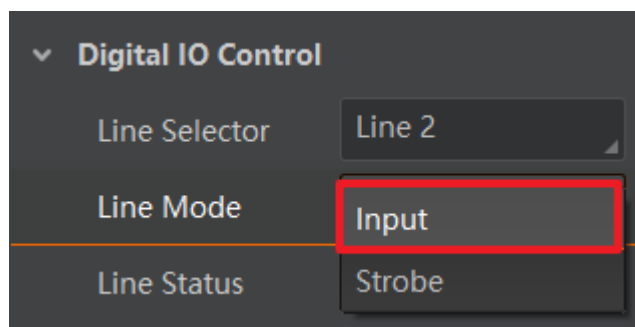

图4-7 Line 2 设置为输入信号
2. *Line Mode* 下拉选择 *Input*，如图 4-7 所示。